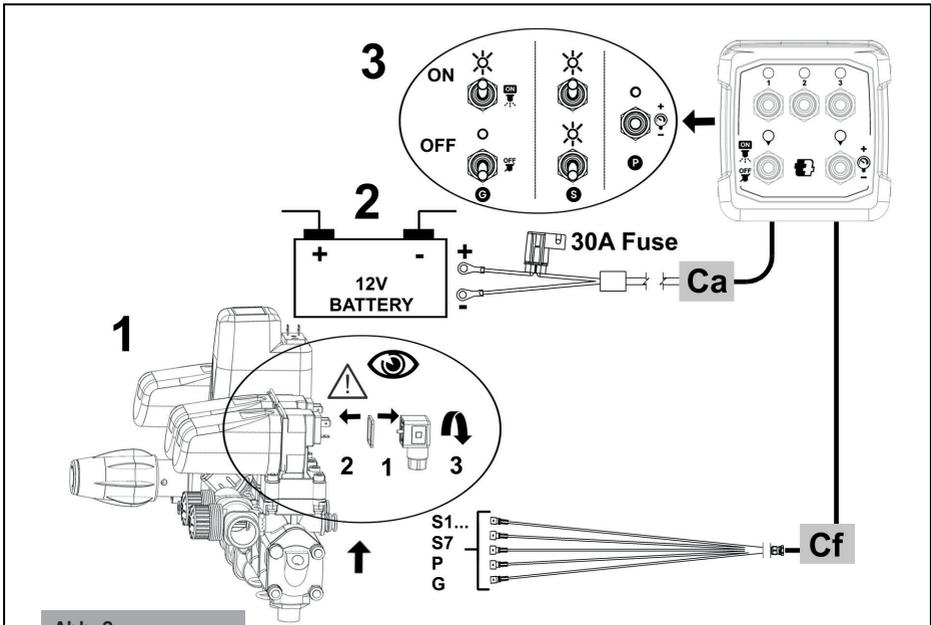
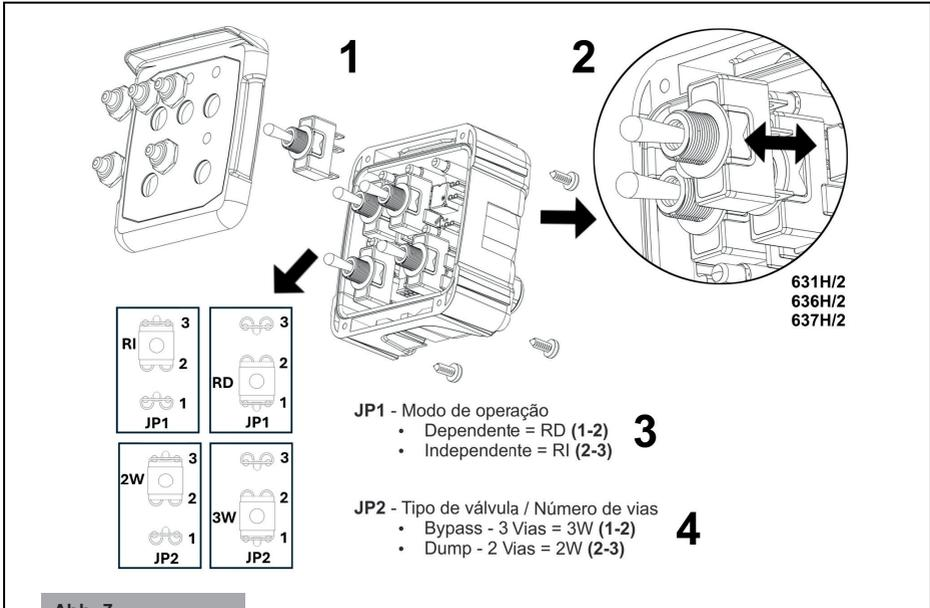

Abb. 2
Abb. 3
### Anschluss an die Ventile (Abb. 2)
3. Führen Sie die Verbinder mit den Gummidichtungen in der angegebenen Reihenfolge in die entsprechenden Bedienelemente der Ventile ein (1, Abbildung 2).
**Stromkabel – Ca (Abb. 2)**
2. Stellen Sie alle Abschnitts- und Hauptschalter nach unten (**Position OFF**) (3, Abbildung 2) ;
3. Verbinden Sie die M8-Ösenklemme des roten Drahtes (30A-Sicherungsanschluss) mit dem Pluspol "+" und den schwarzen Draht mit dem Minuspol "-" der Batterie (2, Abb. 2).
**BETRIEB** (Abb. 2, Abb. 3 und Tab.1)
- Schalter S1 bis S7 :** Öffnet oder schließt das Ventil des entsprechenden Abschnitts (3, Abbildung 2 und Tabelle 1)
- Schalter P :** Erhöht oder verringert den Druck des Reglers. (3, Abbildung 2 und Tabelle 1)
- Schalter G :** (3, Abbildung 2 und Tabelle 1)
- (4, Abbildung 3)** \*Öffnet oder schließt das Hauptventil (BYPASS – 3-Wege).
- (3, Abbildung 3)** \*RI: Das Öffnen und Schließen der Abschnittsventile ist unabhängig von der Stellung des Schalters G. Zur Verwendung mit Steuereinheiten, die über ein allgemeines Ventil (BYPASS) verfügen.